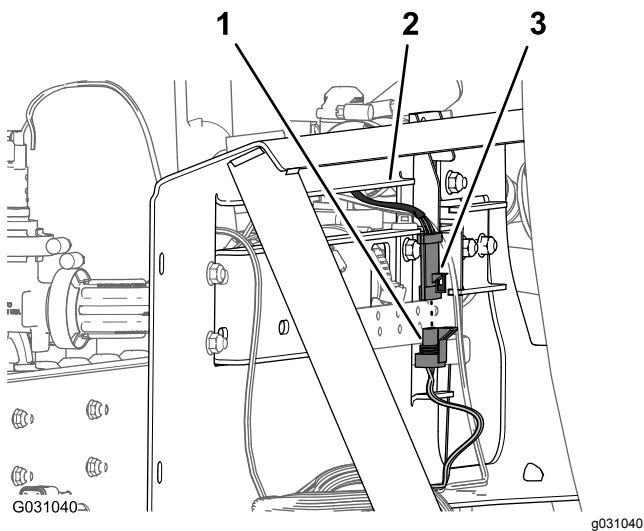

图 110
- 将搅拌阀线束的 3 针接头连接至标有**搅拌阀**的 203cm 线束支管的 3 插座接头图 110。